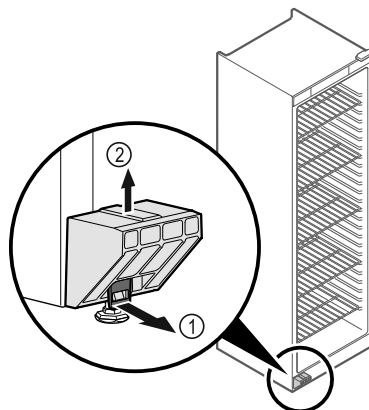

Fig. 5
- ▶ Издърпайте езичето Fig. 5 (1) напред.
- ▶ Изтеглете транспортната осигуровка Fig. 5 (2) нагоре.